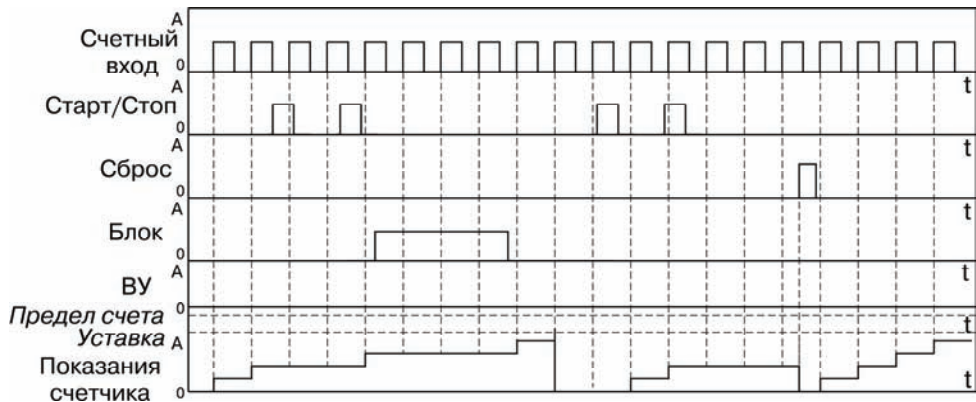

Рисунок 3.7
- тип работы по сигналу «Сброс» – «Сбросить счетчик и продолжить счет» ( $rSt =Cnt$ ) (рисунок 3.7).